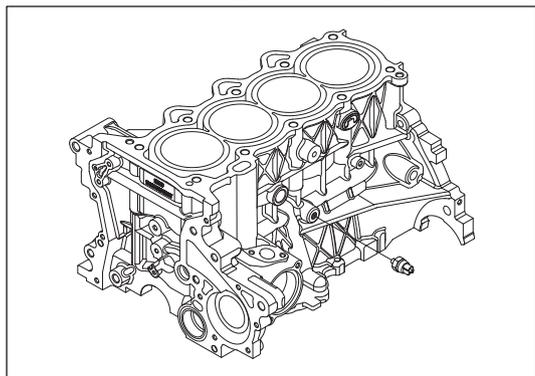
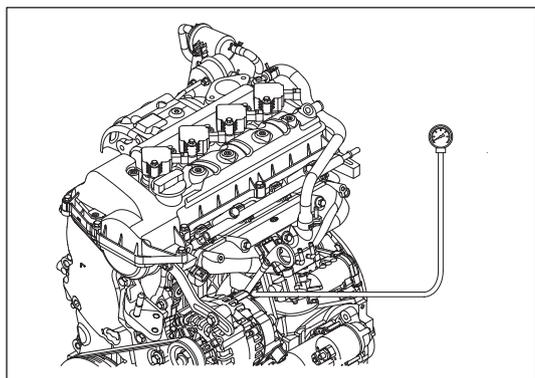

Рис. 11-2-3. Разборка и сборка датчика давления масла
Рис. 11-2-4. Проверка давления масла в системе смазки
- (3) Проверить давление масла
- а) Снять датчик давления масла, как изображено на рис. 11-2-3.
- б) Подсоединить манометр масла, как изображено на рис. 11-2-4.
- ① Давление масла:
- ж) Установить манометр на верхнюю часть блока цилиндров, как изображено на рис. 11-2-3.
- (4) Проверить на утечки масла